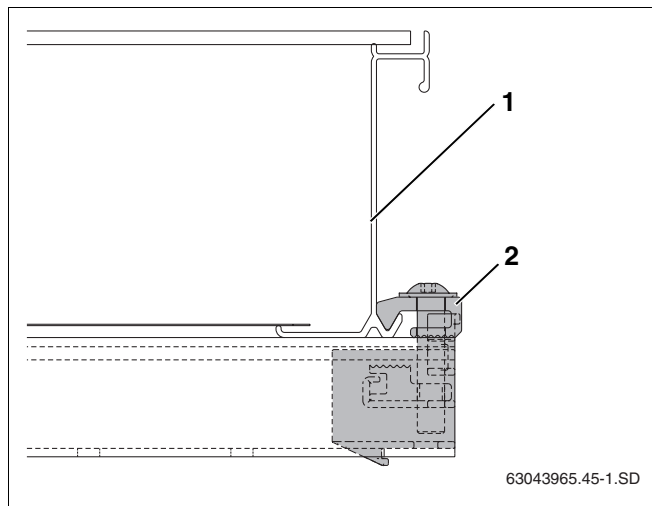

Рис. 44 Установленный односторонний зажим
- Осторожно сдвинуть коллектор (рис. 44, **поз. 1**) к одностороннему зажиму и выровнять в горизонтальной плоскости.
- Ключом SW5 закрутить зажим (рис. 44, **поз. 2**).
Теперь прижим (рис. 44, **поз. 2**) находится в нижней кромке коллектора.